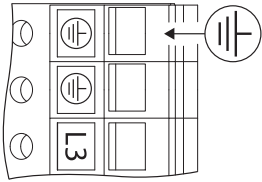

Fig. 29: Messa a terra supplementare
- A causa dell'elevata corrente di dispersione presente nei motori con potenza uguale o superiore a 11 kW, è necessario collegare un'ulteriore messa a terra rinforzata in conformità alla EN 61800-5-1:2008-04 (vedi fig. 29).